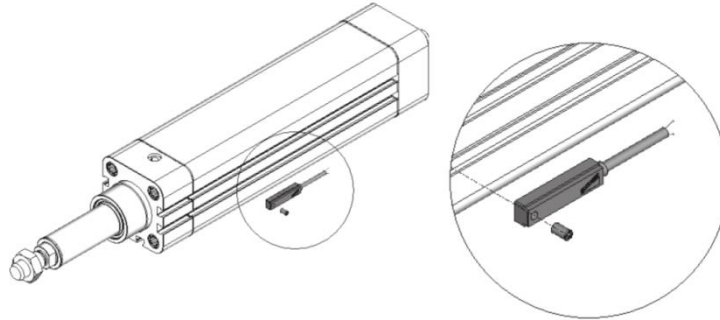

Рисунок 2 – Установка датчика положения.
2.4.2 При установке в пазы гильзы (поз. Д) датчиков положения, возможен контроль заданных положений поршня модуля при движении. Вставить датчик в паз модуля. Закрепить его, затянув установочный винт и/или прилагаемый винт (см. рисунок 2).
2.4.4 Модуль оснащен пазами в профиле. Установите датчик положения в нужный паз, затянув установочный винт (см. рисунок 2).